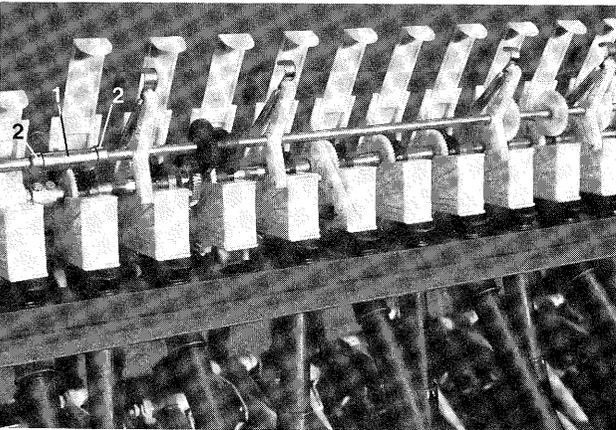

Fig. 136
- Un guide tubulaire (fig. 136/1) assurant l'alignement axial de l'arbre est logé dans un évidement d'un carter de distribution. En basculant l'arbre, ce support est retiré de son logement et doit y être remis, après montage. Le guide tubulaire (fig. 136/1) est calé axialement sur l'arbre au moyen de bagues (fig. 136/2).
La figure 136 montre l'arbre de distribution complet en place après montage.